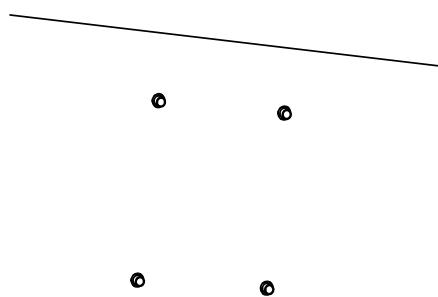

Рис. 1.2. Отверстия под анкерные болты
2. Просверлите в стене четыре отверстия под болты в соответствии с отверстиями в кронштейне (Рис. 1.2). Вставьте анкерные болты M8 (приобретаются отдельно) в просверленные отверстия.